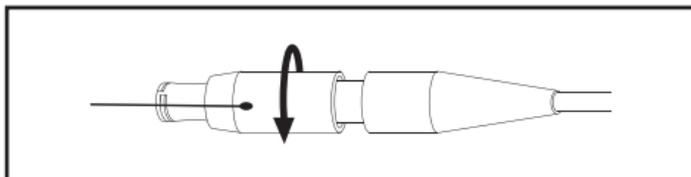
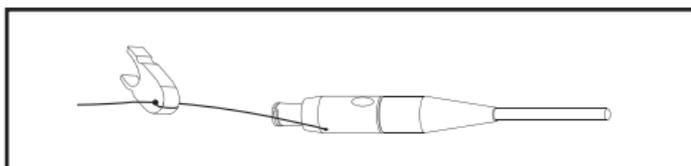

Figure 4. Faire pivoter le collier de verrouillage
Figure 5. Position verrouillée
- Tout en tenant le fil de suture, saisir le collier de verrouillage et le réducteur de tension et faire pivoter le collier de verrouillage de 180 degrés dans le sens des aiguilles d'une montre jusqu'à l'audition ou la perception d'un clic. Voir la figure 4. Cette position verrouille la boucle en place mais laisse la lumière ouverte pour le rinçage et le drainage. Le symbole de verrouillage n'est à présent plus visible. Voir la figure 5.